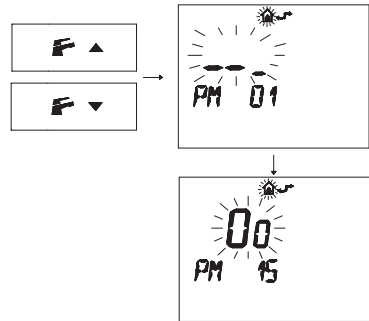

Figura 5.33
- Premere i pulsanti  $\mathbb{F}$ ▲ o  $\mathbb{F}$ ▼ per visualizzare la programmazione "PM15" abilitazione della sonda esterna (Figura 5.33).